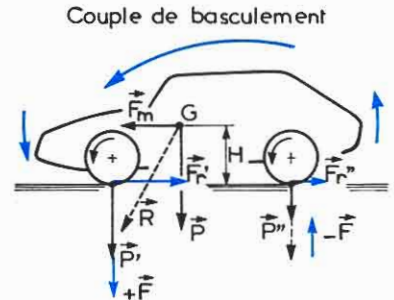

Fig. 19.2. Report de charge au freinage.
- la force appliquée en ce point, il se produit un phénomène de plongée qui provoque un **report de charge** dynamique de l'essieu arrière vers l'essieu avant (fig. 19.2) (plongée : phénomène inverse du cabrage, voir leçon 10).